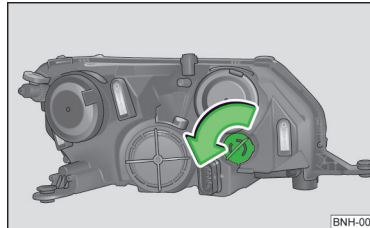

Abb. 129
- › Die Fassung mit der Glühlampe » Abb. 129 bis zum Anschlag **entgegen** dem Uhrzeigersinn drehen und herausnehmen.